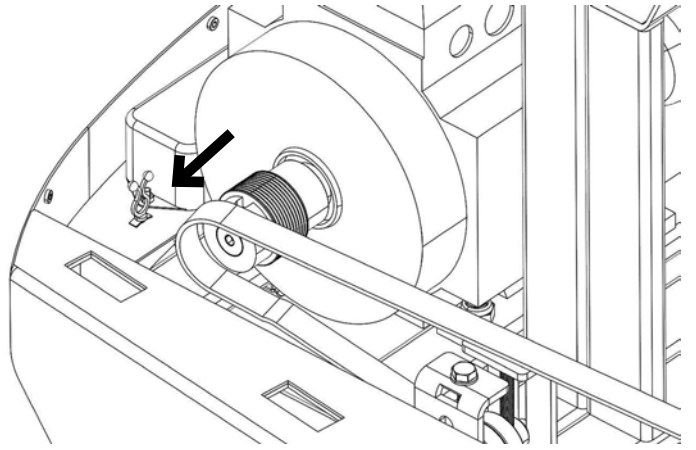

Fig: 6
8. Ta bort drivremmen från remhjulet, se *fig: 6*